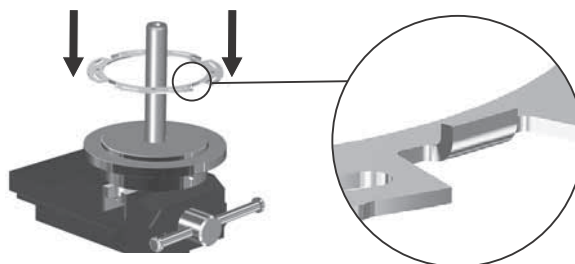

Рис. 31 Стопор уплотнительного кольца (65), установленный в приспособление зацепами вверх
3. Установите стопор уплотнительного кольца (65) поверх диска зацепами вверх. См. рис. 31.